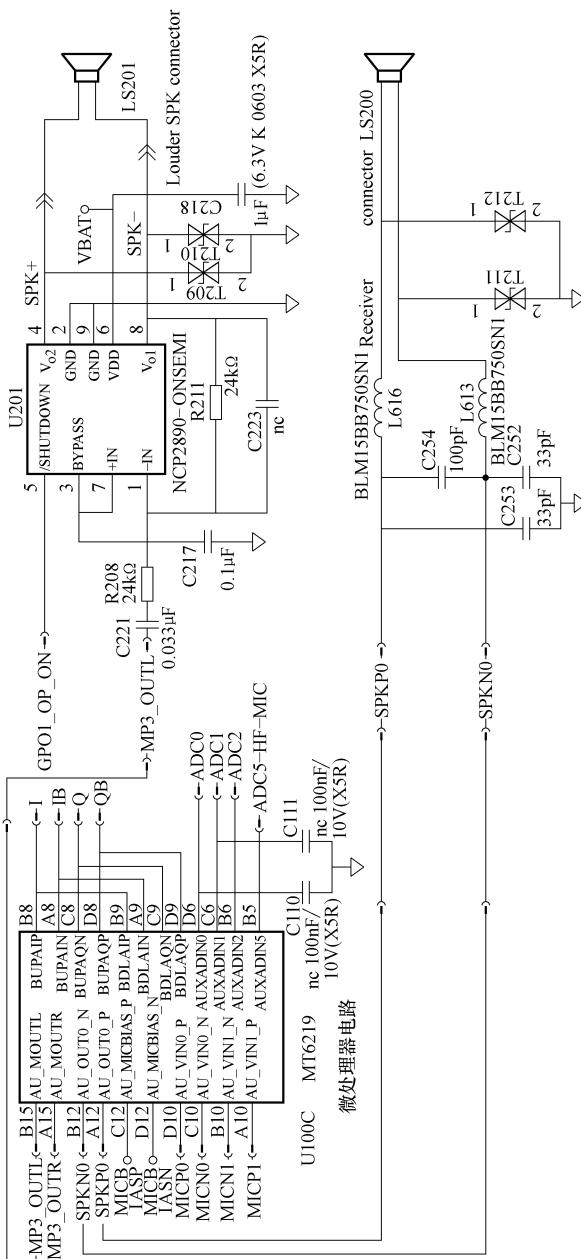

图 4-32 CPU 输出的受话器信号申路原理图
如图 4-32 所示，是目前最新 MTK 芯片手机的音频处理电路，它的音频处理电路是集成在 CPU 里边来完成的。
1) 英文符号的含义。下面，我们对图 4-32 中重要的英文符号的含义作一简要的了解。
从图 4-32 中我们可以看到，经过 CPU 进行音频处理后的语音信号 SPKPO、SPKN0，从 CPU 的 B12、A12 脚输出，直接通过电感 L616、L613 耦合电感后，送到受话器，完成受话器电路的工作。